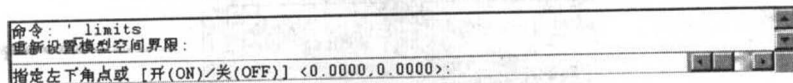

图 1-21 【命令行】提示
(1) 单击菜单栏中的【格式】/【图形界限】命令，则【命令行】提示如图 1-21 所示。